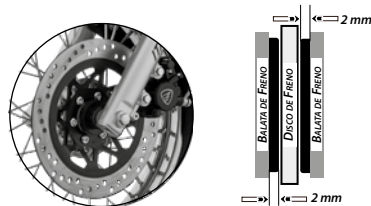

Imagen 23. Desgaste de freno delantero.
2. Revisar el nivel de desgaste de la pastilla del freno delantero. Ver imagen 23.